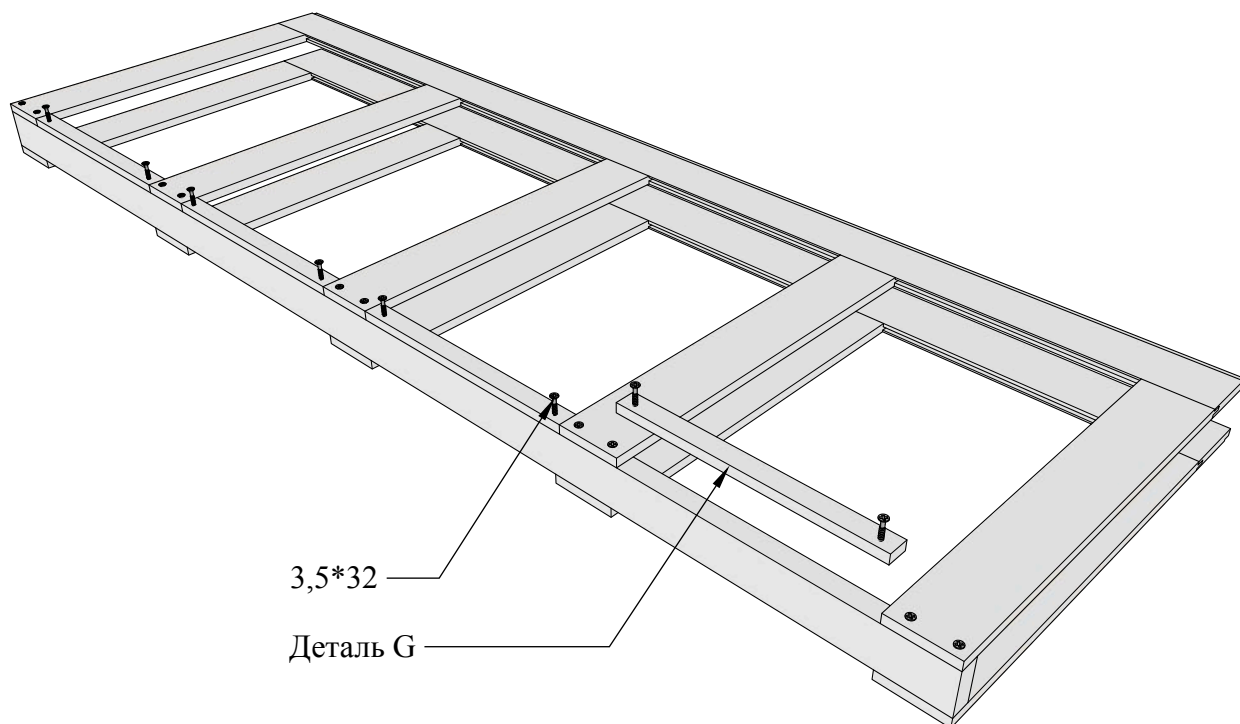

Рисунок 11
4.4 Установить выравнивающие элементы под гипсокартон (деталь G) и закрепить саморезам 3,5\*32. Перевернуть пенал на другую сторону и повторить операцию (Рис. 11).